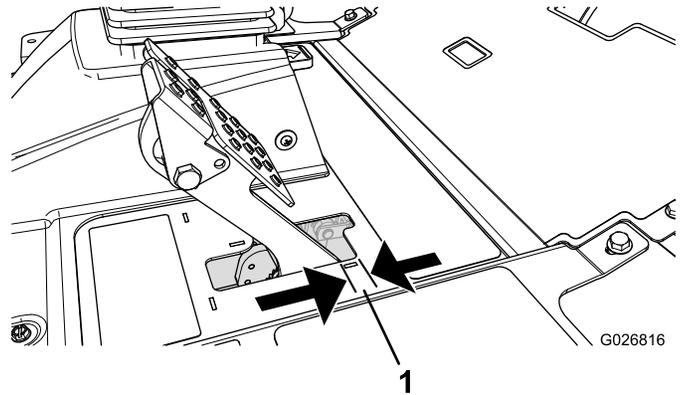

图64
当刹车踏板的自由行程（图64）超过 2.5cm 时，或需要施加更大保持力时，应调节刹车。自由行程是您感到刹车阻力之前，刹车踏板移动的距离。
- 紧固后螺母，向后移动拉线，直到刹车踏板的自由行程（图64）达到 6.3~12.7mm，然后锁定车轮。